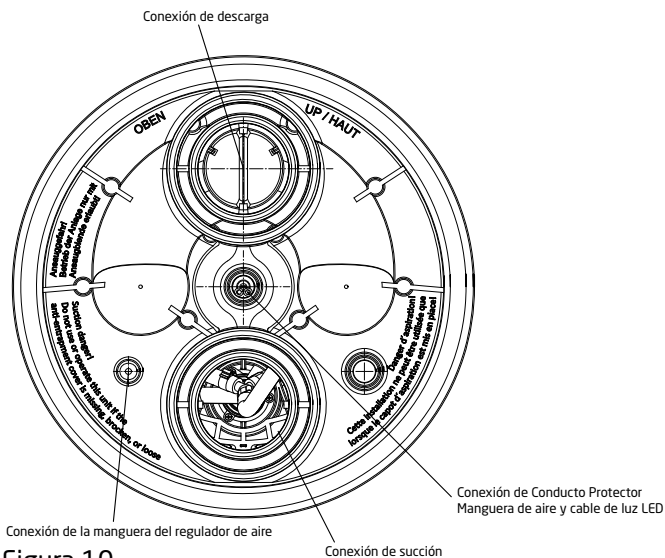

Figura 10
2. Instale el conducto protector (ver la figura 10 en la página 43 y la figura 14 en la página 45):
3. Instale la carcasa del regulador de aire (ver la figura 10 en la página 43 y la figura 14 en la página 45)
PRECAUCIÓN: Colocar el conector de descarga directamente **ARRIBA** de la conexión de succión. Los conectores de succión y descarga deben ser exactamente verticales o de lo contrario los mangos de acero inoxidable no se alinearán correctamente. (Ver Figura 10)